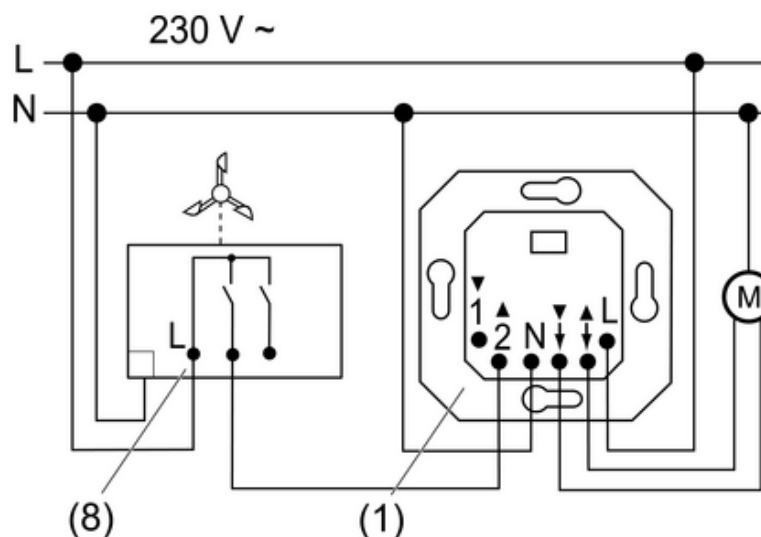

Figura 5: Ejemplo de conexión del sensor de viento
- Conectar el sensor de viento (8) según el ejemplo de conexión (figura 5). La alarma de viento se implementa a través de la entrada supletoria 2.